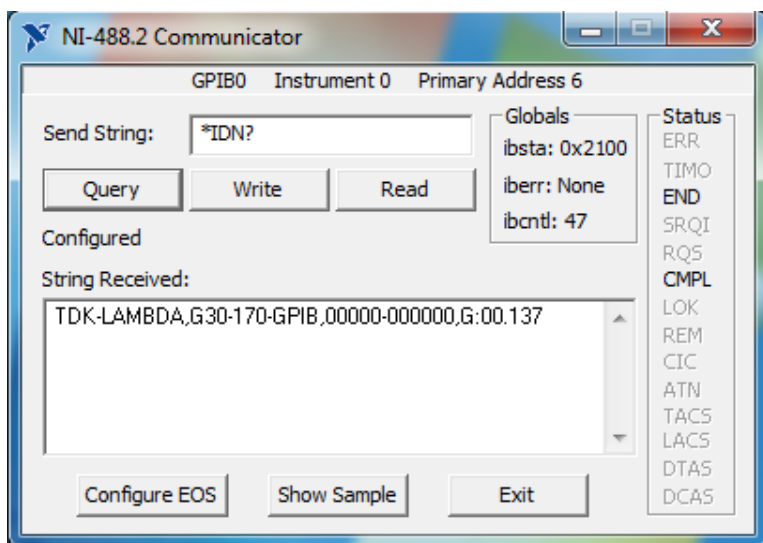

Рисунок 8–6: Запрос строки ID
- Нажмите Query. См. Рисунок 8–6.